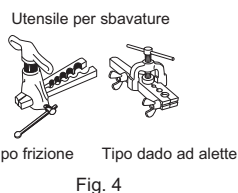

Fig. 4
- 5) Inserire completamente il tubo di scarico nella bacinella di scarico sul lato posteriore destro dell'unità interna. (Fig. 4)
- 6) Inserire il tubo di scarico nella manica foro muro (C) e agganciare la parte superiore dell'unità interna alla piastra di installazione (1). Quindi, spostare completamente l'unità interna sulla sinistra in modo da facilitare il posizionamento della tubazione nello spazio sul retro dell'unità.
- 4) Svasatura (Fig. 4, 5). Tenere saldamente il tubo in rame delle dimensioni indicate nella tabella. Selezionare i mm di A dalla tabella in base allo strumento utilizzato.